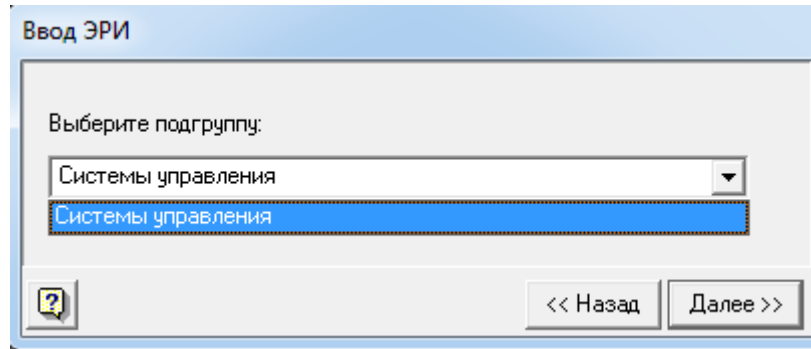

Рис. 3.29. Окно выбора подгруппы
- В появившемся окне «Ввод ЭРИ» (см. рис. 3.29) выберите из списка ту подгруппу, к которой относится Ваш ЭРИ.